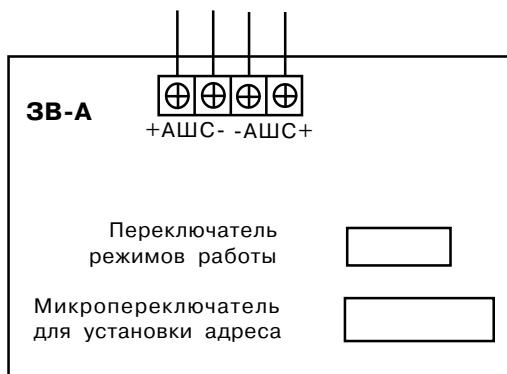

Рис. 36 Схема внешних подключений ЗВ-А
На печатной плате расположены контактные колодки для подключения внешних цепей (схема подключения приведена на рис. 36).
- выполните соединения согласно рис. 36;